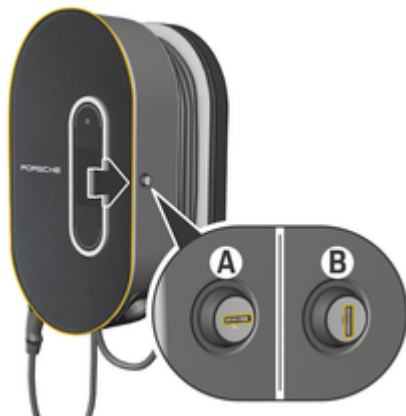

Fig. 18: Puerto de carga
- ▶ Gire la cerradura hasta la posición **A**(Fig. 18).
- ▶ Gire la cerradura hasta la posición **B**(Fig. 18).